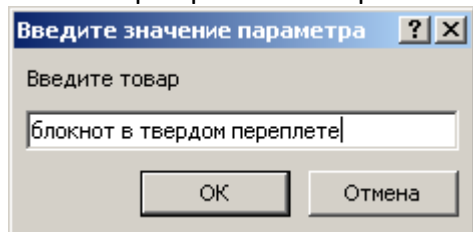

Рис.2. Диалоговое окно в предложение ввести значение параметра
3. Выполните запрос. При этом Access должен вывести диалоговое окно с вашими пояснениями (рис.2).